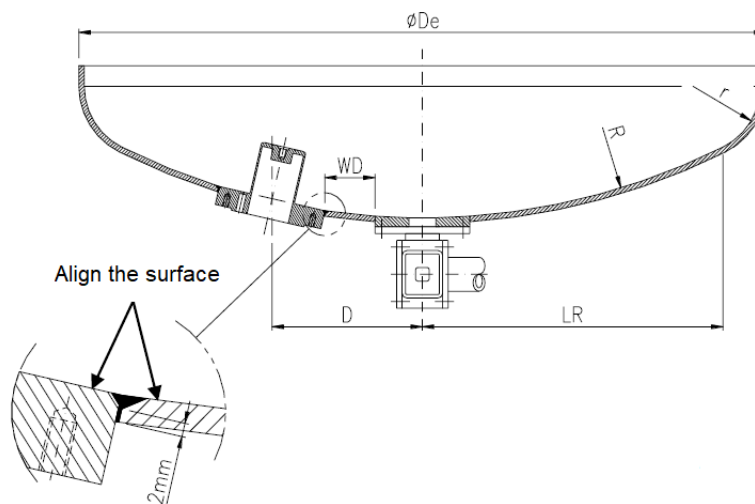

Fig. 3
Le bord intérieur de la cuve doit être rond afin de faire un angle de 45° incliné vers l'intérieur (créant ainsi une gorge de soudure). Une partie droite d'environ 2 mm doit être laissée sur le bord extérieur du trou, Fig. 3.
- placer l'enveloppe dans le trou d'enveloppe en s'assurant que la surface intérieure de la cuve affleure les bords extérieurs de l'enveloppe, voir Fig. 3.